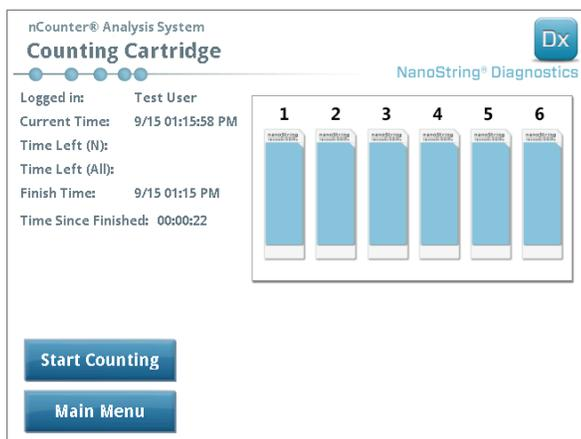

FIGURA 6.8: Ecrã "Counting Cartridge" (Contagem de Cartucho) com seis Cartuchos concluídos
- Finalizada a análise de um Cartucho, o utilizador receberá uma notificação por correio eletrónico e o ecrã de processamento mudará de modo a indicar a conclusão do Cartucho (FIGURA 6.8). Depois de receber a notificação por correio eletrónico de que a análise chegou ao fim, remova o Cartucho concluído. No caso de um erro do instrumento ou se não existirem relatórios disponíveis, armazene o Cartucho numa caixa opaca (para proteger da luz) a 4 °C por um prazo máximo de uma semana. Contacte dxsupport@nanosttring.com para obter assistência.